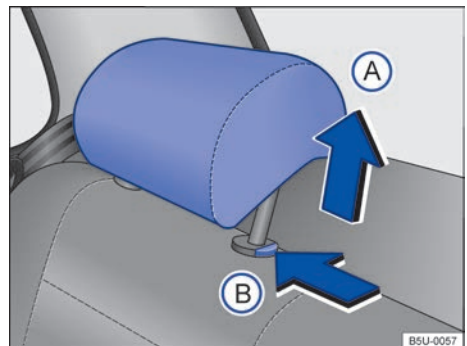

Fig. 43 Desmontar el apoyacabezas trasero.
- Presionar la tecla ⇒ fig. 43 ⓑ en el sentido de la flecha. Retirar el apoyacabezas con la tecla presionada.
- Empuje el apoyacabezas hacia abajo con la tecla ⇒ fig. 43 ⓑ presionada.